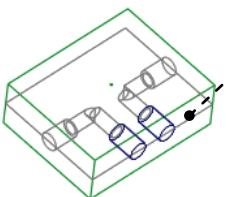

图 15.28 拉伸曲面
Step11. 创建图 15.28 所示的拉伸曲面。
(1) 单击 **分型面** 功能选项卡 **形状** ▾ 区域中的“拉伸”按钮 。此时系统弹出“拉伸”操控板。
(2) 定义草绘截面放置属性。在图形区右击，从系统弹出的菜单中选择 **定义内部草绘...** 命令；选取图 15.28 所示的坯料前表面为草绘平面，MOLD_RIGHT 基准平面为参考平面，方向为 **右**；单击 **草绘** 按钮，系统至此进入截面草绘环境。